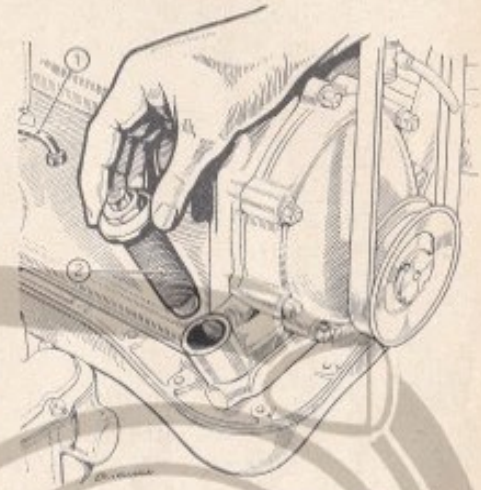

Fig. 21. — Filtro dell'olio del motore.
23. — Filtro dell'olio di mandata: Svitare il porta-filtro posto sulla parte anteriore del basamento, previo distacco del raccordo per il manometro, e lavare la reticella-filtro nella benzina o nel petrolio (fig. 21).